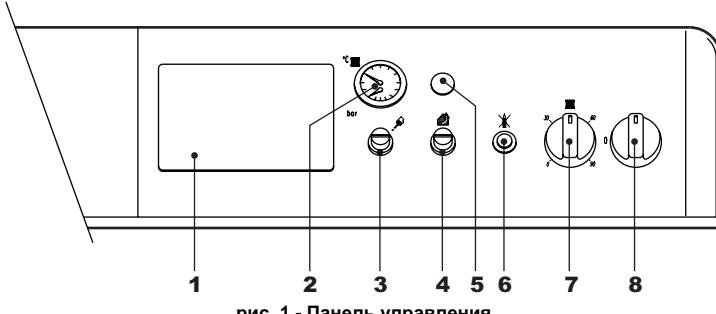

рис. 1 - Панель управления
- Переведите выключатель котла "8" в положение 1 (рис. 1).
- Если котел оборудован электронным термостатическим блоком управления, установленным в положении 1 (рис. 1), пользователь должен также соблюдать инструкции, предоставляемые изготовителем данного блока.
Задайте с помощью термостата температуры воздуха в помещении нужную температуру внутри помещения. При поступлении команды от комнатного термостата котел включается, обеспечивая нагревание воды в системе отопления до температуры, заданной регулирующим термостатом 7 на рис. 1. При достижении в помещении желаемой температуры котел выключается.